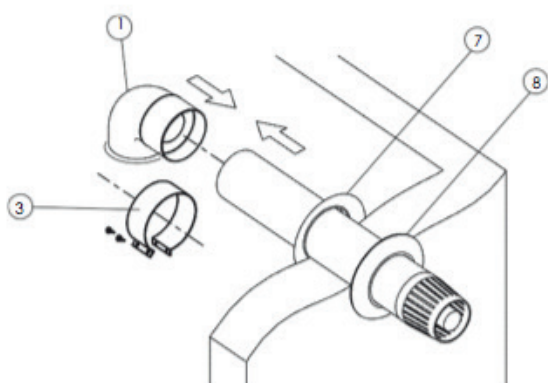

Рисунок 12 Выход дымохода в стене
- Закрепите фланец под угловым отвод (1), используя прокладки (10) и фланцевые соединительные винты (11) в соответствующих отверстиях.
- Внешняя труба (5) и внутренняя труба (6) с уплотнениями внутри дымохода (2) устанавливаются во внутренних пазах трубы на обоих концах углового отвода 90°.
- Установите декоративную накладку (8) на трубу дымохода
- Вставьте внешнюю трубу дымохода, как показано на рисунке 11. После установки дымохода в отверстие стены Установите декоративную накладку (7).
- Угловой отвод 90° должен быть вставлен в выходной разъем дымохода. Установите хомут (4) на соединительную манжету, зафиксировав винтом (рис. 12). Затем установите отвод (90°) на соединительный фланец дымохода и зафиксируйте винтами. После затяжки винтов обеспечьте герметичность соединения дымохода и стены.